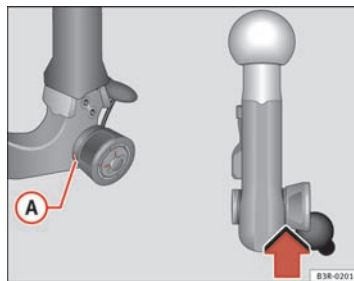

Fig. 168 Dispositif d'attelage amovible : contrôle de sécurité
- Vérifiez si le repère vert (A) ⇒ page 219, fig. 168 de la molette se trouve dans la zone du repère noir de la boule d'attelage.